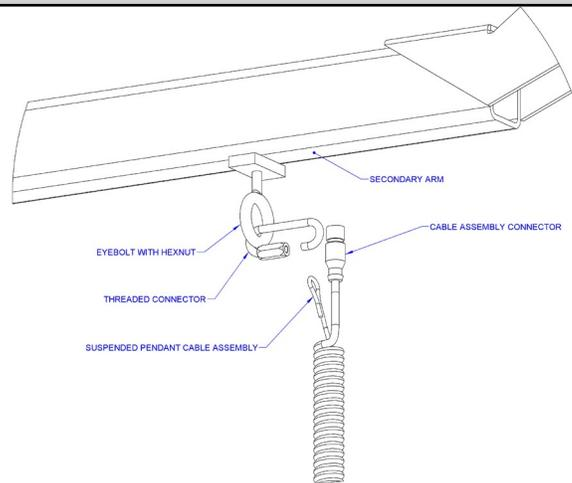

Abb. 6C1. Montage der Kabelbaugruppe des hängenden Hängegriffs an der Unterseite der Antriebseinheit.
- 6C.6** Schrauben Sie den Kabelbaugruppenverbinder in den Verbinder der Antriebseinheit (**Abb. 6C1**).